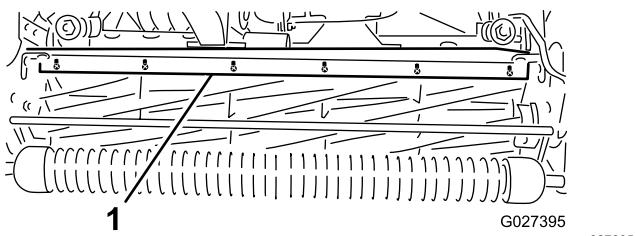

Bild 59
1. Lockern Sie die Schrauben, mit denen die obere Leiste an der Schneideeinheit befestigt ist (Bild 59).